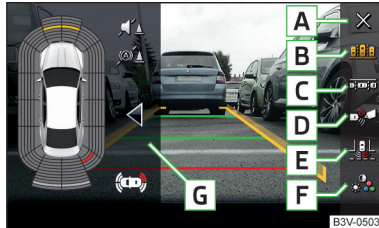

Abb. 281
Funktionsflächen » Abb. 281
- › Die Funktionsfläche **C** » Abb. 281 auf Seite 245 antippen.